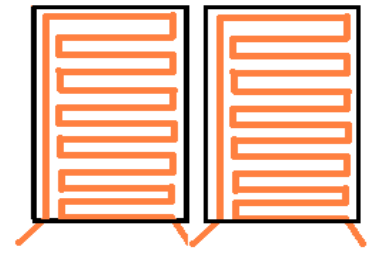

fig 3
- les extrémités des barrages doivent être positionnées de sorte que les barrages contenus dans 2 conteneurs puissent être raccordés sans être vidés (fig 3)